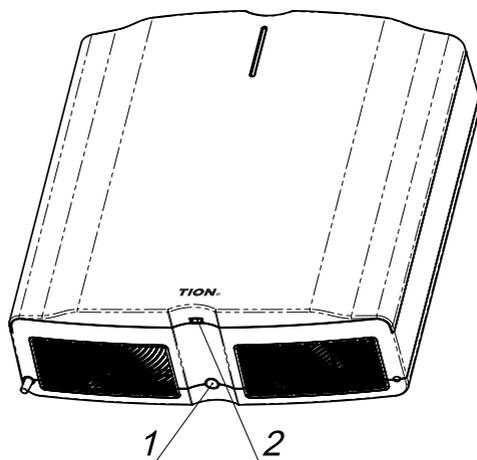
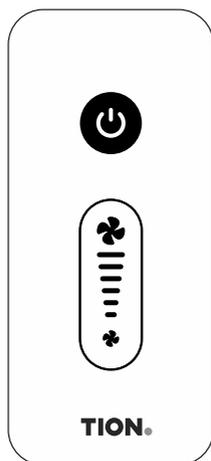
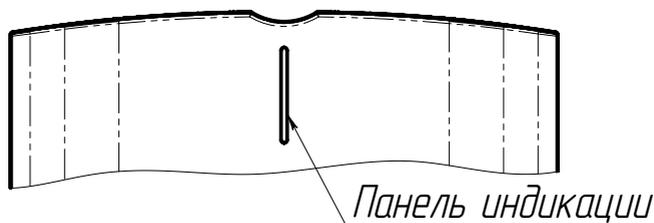
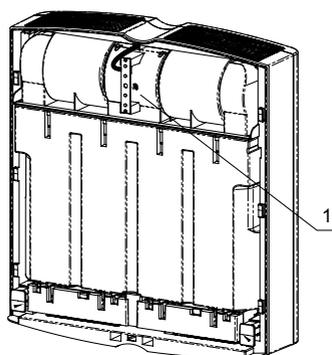

Рисунок 3. Органы управления на нижней панели
Рисунок 4. Пульт дистанционного управления (ПДУ)
Рисунок 5. Панель индикации
Рисунок 6. Расположение переключателя режима яркости подсветки
Отключите очиститель-обеззараживатель воздуха Tion Clever от электрической сети и обратитесь в авторизованный сервисный центр, когда панель индикации (рисунок 5) загорелась желтым светом и невозможно самостоятельно устранить неисправность (смотрите раздел 9), а также в следующих случаях:
При нажатии кнопки включения (рисунок 3, поз. 1) панель индикации (рисунок 5) загорится синим светом, прибор начнет работать на производительности 150 м3/час. Для выключения прибора повторно нажмите кнопку включения (рисунок 3, поз. 1).
Кнопки  и  (рисунок 4) регулируют производительность очистителя-обеззараживателя воздуха Tion Clever, при этом на панели индикации (рисунок 5) изменяется длина полосы синего света (при производительности 150 м3/час светится вся панель индикации, а при 100 м3/час – нижняя половина).
Нажатие кнопки  ПДУ (рисунок 4) отключает очиститель-обеззараживатель воздуха Tion Clever и переводит его в режим ожидания, при этом нижняя половина панели индикации (рисунок 5) мигает синим светом. Повторное нажатие кнопки  ПДУ включает прибор на ту же производительность, на которой он был остановлен (панель индикации горит синим светом).
Контроль состояния очистителя-обеззараживателя воздуха Tion Clever осуществляется с помощью панели индикации, расположенной на лицевой стороне (рисунок 5).
Панель индикации (рисунок 5) синим светом отображает режим работы прибора (см. п. 4.3). Плата индикации прибора имеет два режима яркости. Переключатель режима яркости подсветки находится на плате индикации (рисунок 6, поз. 1).
**ВНИМАНИЕ!** Выключите прибор, нажав кнопку включения (рисунок 3, поз. 1), и подождите 5 минут, после чего обесточьте его (выньте вилку из розетки).
1. Снимите крышку (рисунок 1, поз. 2), сдвинув ее вертикально вверх до упора (в нижней части панели имеется фиксатор (рисунок 3, поз. 2), который необходимо потянуть на себя);